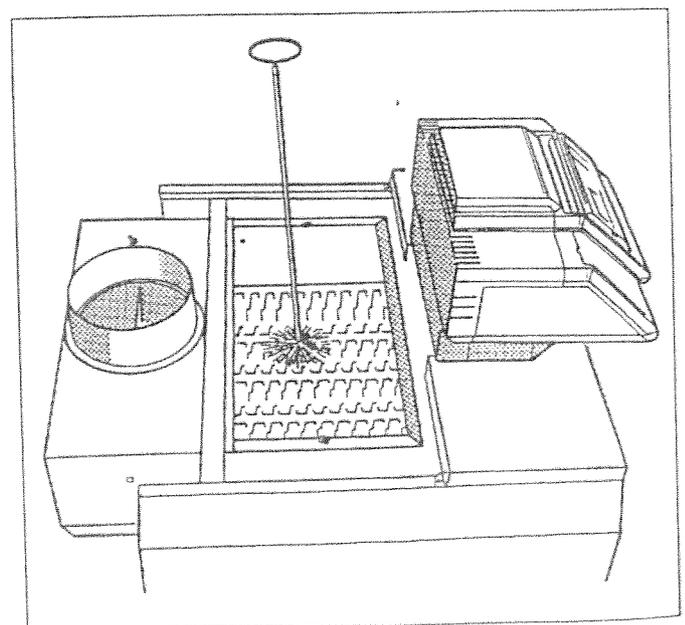

Fig. 31 Pulizia con spazzole
- Spazzolare i tiraggi (Fig. 31).